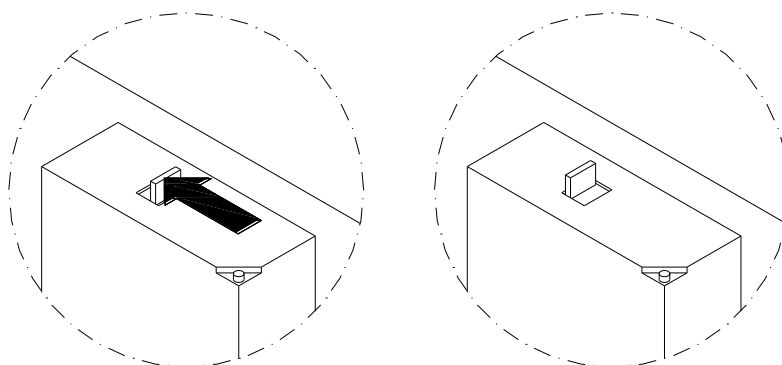

Figura 30 – Ripristino del Monitoraggio
Se, effettuando una prova di tenuta in pressione del segnale, si individua una perdita in corrispondenza della valvola, bisogna controllare attentamente dove si verifica la perdita. Se la perdita è fra la valvola (Figura 30 - n°2) ed il coperchio inferiore (Figura 30 - n°1), può essere sufficiente controllare il serraggio del corpo valvola sul coperchio operando dall'esterno del segnale.
Svitare il corpo valvola con guarnizione dall'esterno del segnale (Figura 30- n°1) utilizzando la porzione estrema esagonale del corpo valvola.
Montare una nuova valvola e stringerla sul coperchio inferiore con una coppia di serraggio pari a 0,35 Nm. Verificare che il meccanismo interno della valvola (Figura 30 - °4) sia stretto saldamente al corpo valvola (Figura 30 - n°2) quindi avvitare il cappuccio di protezione (Figura 30 - n°3).
- Ripristinare il relè del monitoraggio come mostrato in Figura 30